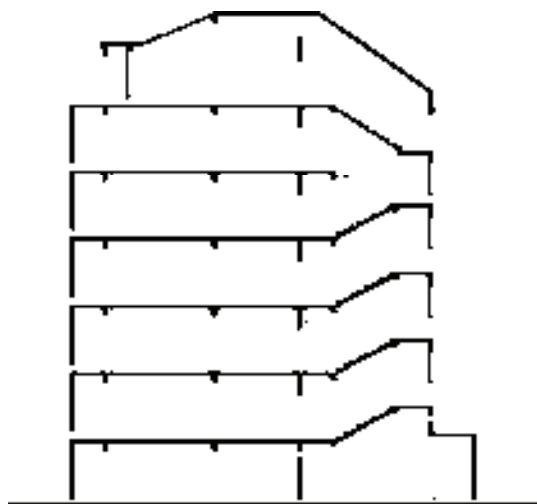

图 14-179 绘制结果
26) 修整图形。调用“删除”命令，删除线段；调用“复制”命令，移动复制剖面门图形，结果如图 14-179 所示。